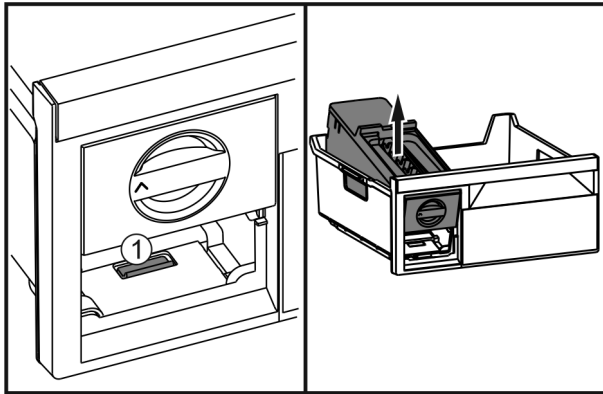

Fig. 51
- Premere la linguetta Fig. 51 (1), sollevare EasyTwist-Ice da dietro ed estrarlo dal cassetto del congelatore.